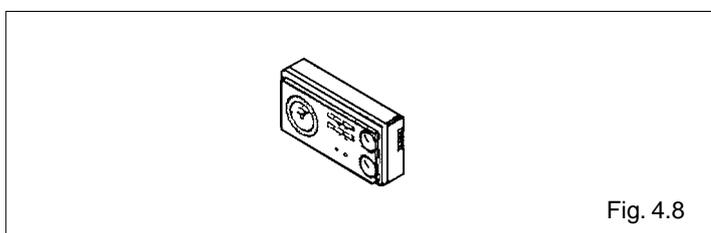

Fig. 4.8
- se intervenga en el termostato ambiente o en el programador horario (fig. 4.8).